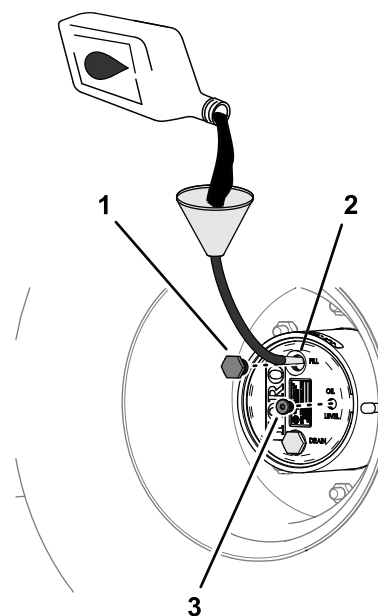

Рисунок 85
6. Поставьте пробку заливного отверстия и пробку контрольного отверстия на свои места (Рисунок 85).
- Через заливное отверстие медленно долейте трансмиссионное масло указанного типа; см. Рисунок 85 в разделе Проверка масла в планетарной передаче \(страница 74\).
- Установите на место пробку заливного отверстия и пробку контрольного отверстия, см. Рисунок 85 в разделе Проверка масла в планетарной передаче \(страница 74\).